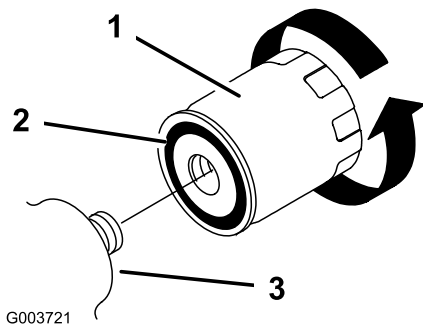

Figura 40
5. Togliete il filtro usato (Figura 40) e pulite la superficie dell'adattatore del filtro.
6. Spalmate un velo di fluido idraulico sulla guarnizione di gomma del filtro di ricambio (Figura 40).
7. Montate il filtro idraulico di ricambio sull'adattatore del filtro (Figura 40). Girate il filtro in senso orario finché la guarnizione di gomma non tocca l'adattatore, quindi serrate il filtro di un altro 1/2 di giro.